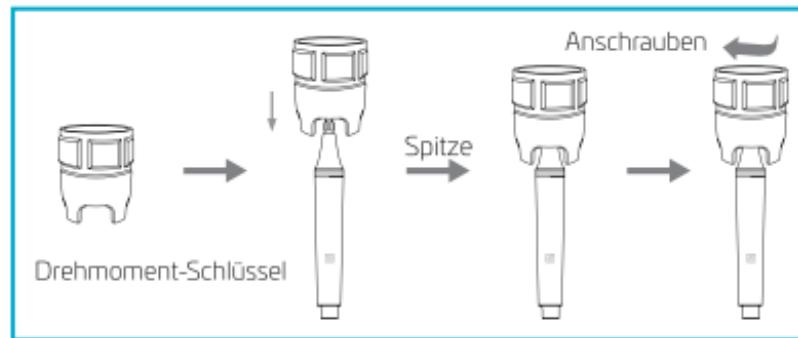

Abbildung 2
- Befestigen Sie die Scalerspitze mit dem Drehmomentschlüssel am Handstück (**Abb.2**).